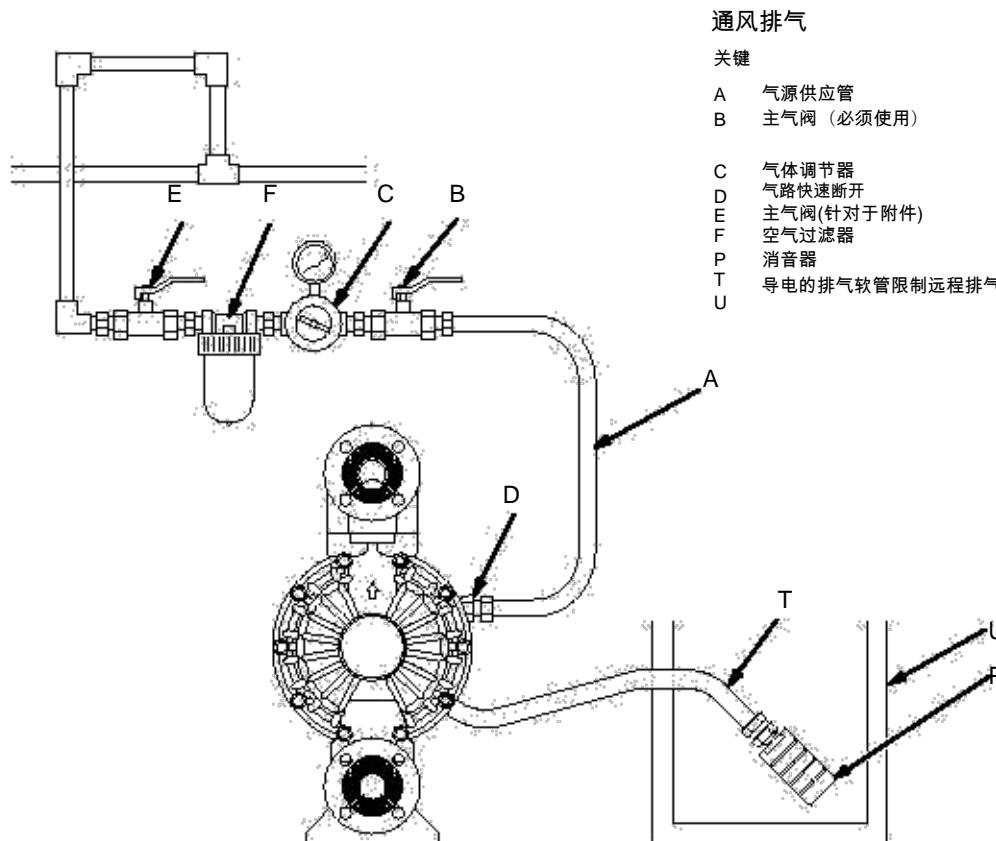

Fig. 6
2. 安装导电的放气软管(T)同时将消音器(P)连接到软管另一端。最小尺寸的放气软管为 19 mm ID. 如果需要的软管的长度大于 4.57 m 那使用大直径的软管. 避免尖锐弯曲或打结的软管. 见图 6
在流体传输中如果隔膜故障会引起渗漏到空气中. 在尾排管末端放一个合适的容器以盛放留下来的流体. 见图6.